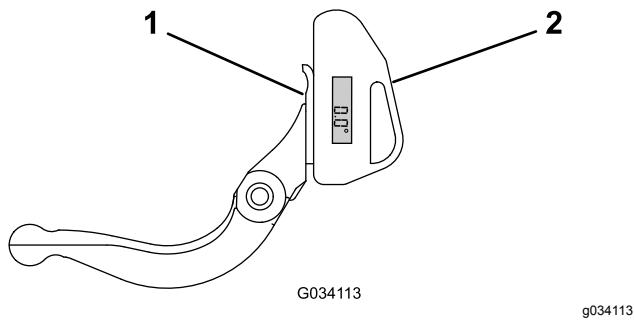

Bild 34
1. Positionieren Sie den Neigungsmesser an der Unterseite des Untermessers, wie in Bild 34 abgebildet.